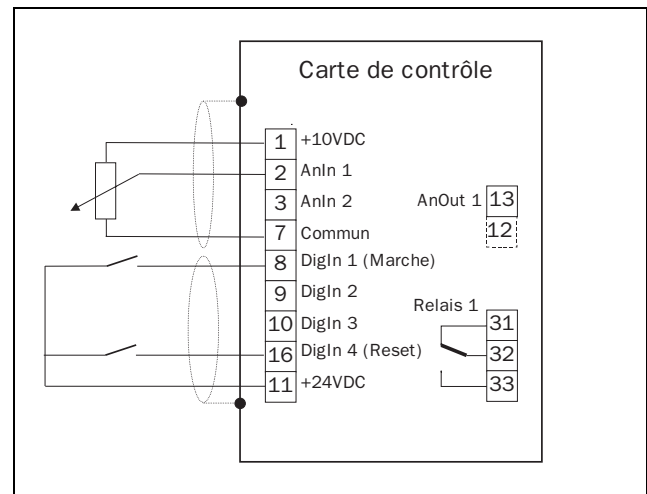

Fig. 2 Câblage de contrôle minimum
- Pour faire marcher le moteur, Il doit exister une valeur de référence et une commande de démarrage présente. Voir aussi Fig. 2.
Fig. 2 montre le câblage de contrôle minimum nécessaire pour démarrer. L'entrée AnIn1 est utilisée avec un potentiomètre 2 k $\Omega$  Une commande Marche peut être donnée sur les entrées (DigIn1) pour démarrer le convertisseur. Le potentiomètre va fonctionner comme une référence de fréquence (défaut).